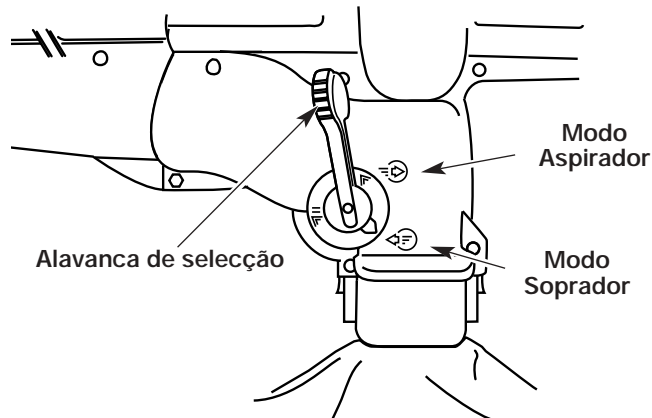

Fig. 14
2. Ponha a alavanca de selecção soprador/aspirador na posição alta (modo Soprador) (Fig. 14).